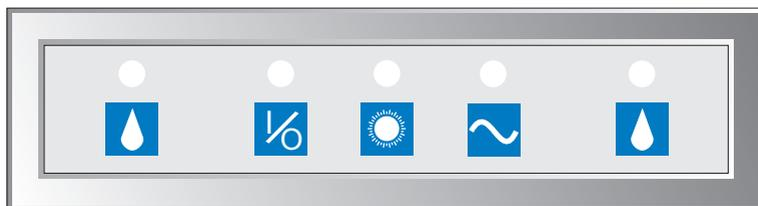

Figure 7
4.1.1 Usage des systèmes Hydro ou Aéro. (veuillez consulter la figure 7)